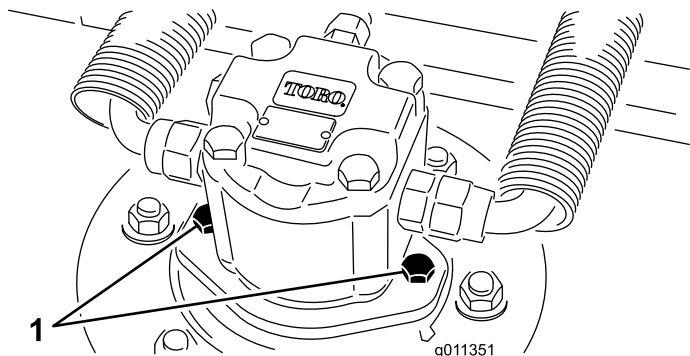

図 119
2. カッティングユニットから油圧モータを外す 図 119。異物が見つからないように、スピンドル上部にはカバーを掛けておく。
3. カッティングユニットに油圧モータを取り付ける 図 119。Oリングを忘れずに、また、損傷させないように注意して取り付ける。